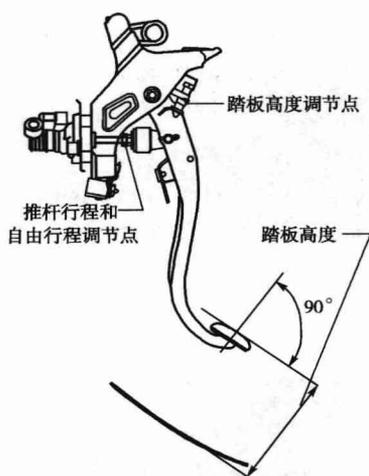

图 1-12 离合器踏板高度检查
- (1) 掀起地毯。
- (2) 检查并确认踏板高度正确,如图 1-12 所示。踏板高度(踏板距离地板的高度):143.6 ~ 153.6mm。
- (3) 松开锁紧螺母并转动限位螺栓直至获得正确高度。
- (4) 拧紧锁紧螺母,拧紧力矩:16N·m。